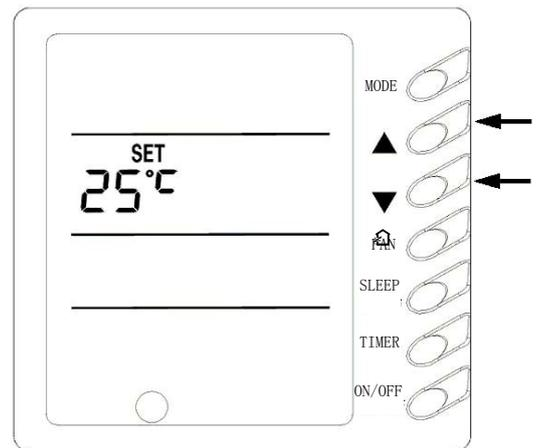

Fig. 3.4
3. Configuración de temperatura (Fig.3.4)